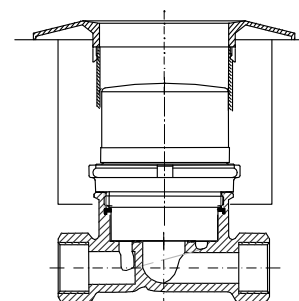

Abb. 3
Der Minomet Messkapselzähler für das Metrona-Unterputzzählersystem besteht aus dem Messeinsatz für kaltes oder warmes Wasser und einer Rosette die auf die Wasserzählerhaube aufgesteckt wird. Für Einbautiefen über 80 mm kann diese Rosette mit Rosettenverlängerungsringen in Schritten von 20 mm verlängert werden (siehe Abb. 3).
- 1.13 Rosette auf die Zählwerkshaube bis zum Anschlag schieben (siehe Abb. 3).